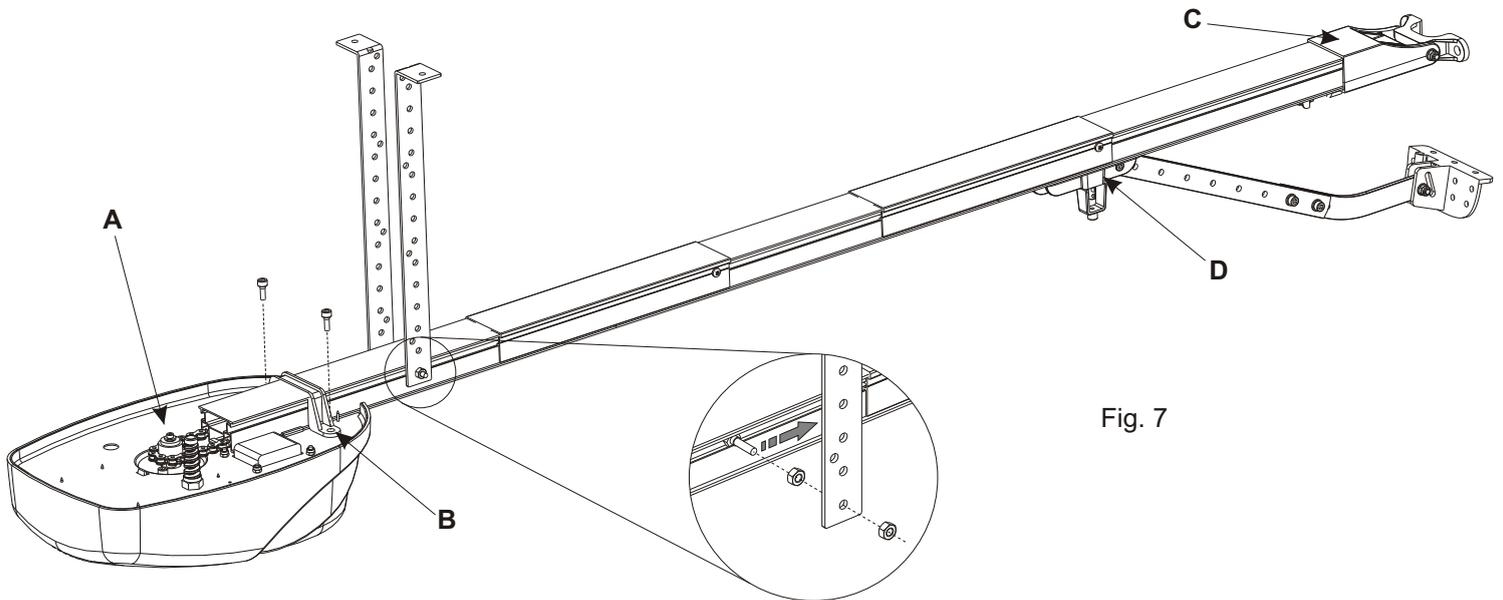

Fig. 7
Nota: En la Fig. 4 aparece una pareja de tornillos introducidos en las ranuras que servirán para fijar el Corona al techo mediante las bridas correspondientes. (Vea también la Fig. 7).
- Asegurarse en que la cadena esté bien engranada en el piñón del cuerpo Corona (Fig. 7 - A)
- Llevar la guía al tope sobre el cuerpo Corona y fijarlo con el estribo apropiado. (Fig. 7 - B)
- Fijar en la otra extremidad de la guía el soporte conexión anterior (Fig. 7 - C)
Importante: Mantenga la cadena y el soporte de carredera siempre bien lubricada (Fig. 7 - D).